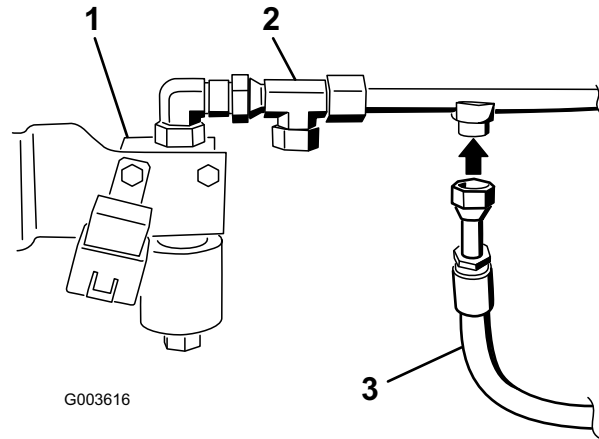

Bild 28
6. Befestigen Sie den Hydraulikschlauch mit den Armaturen am T-Adapter, der oben am Ventil montiert ist (Bild 28).